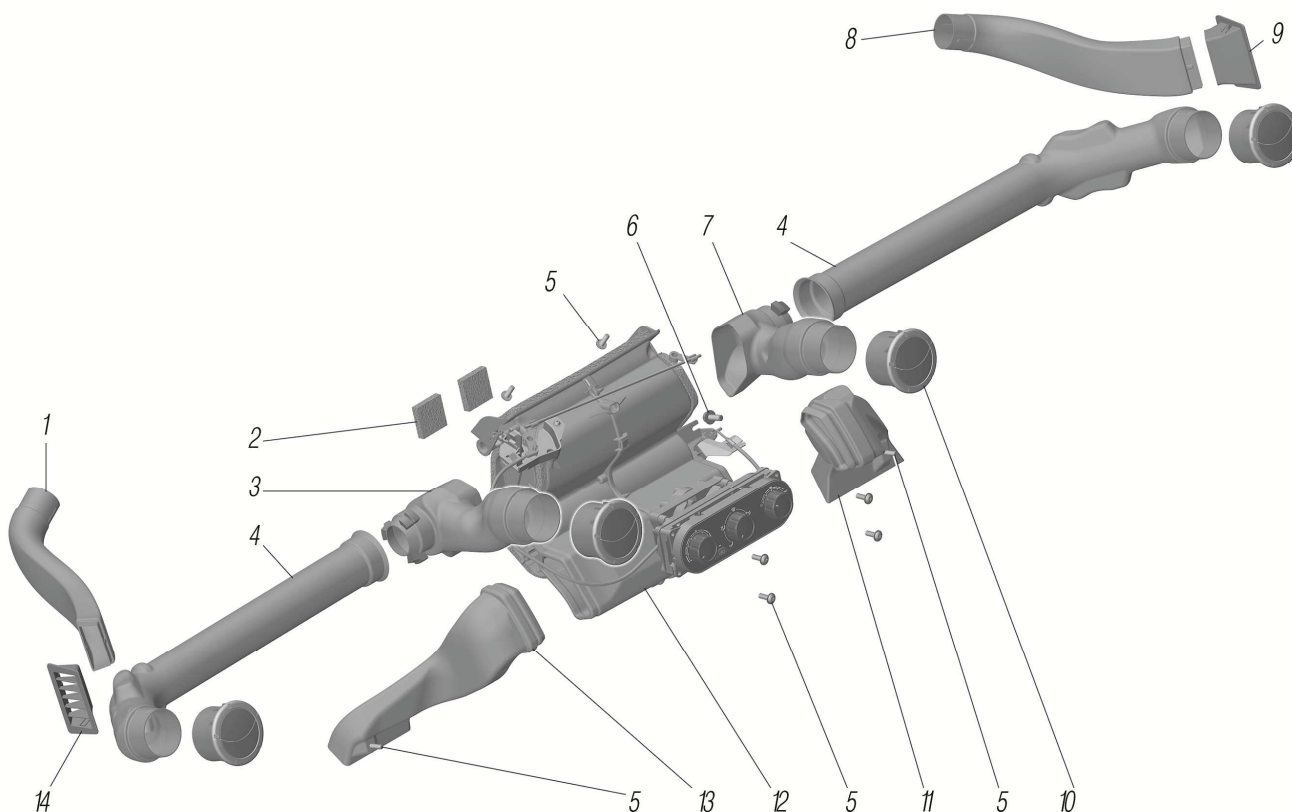

Рисунок 7.21
*2 См. рисунок 7.21
See figure 7.21